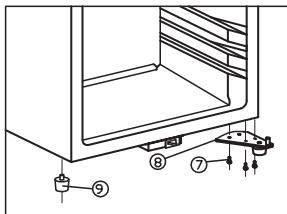

Abb. 7.3
- Entferne den langen Gehäusefuss auf der linken Seite und montiere ihn rechts. Abb. 7.3